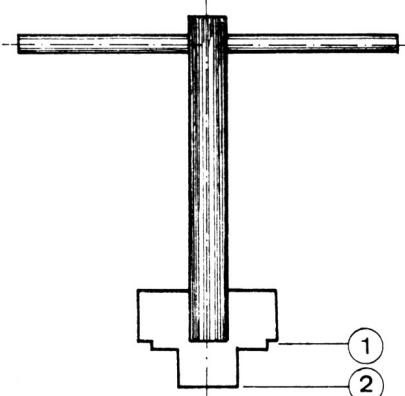

Fig 20
33. **Der Spezialschlüssel für Brennstoffsieb (Filterrohr) (Fig 20)** dient:
La clé spéciale de filtre à carburant (Fig 20) sert:
La chiave speciale per filtri (Fig 20) serve per: